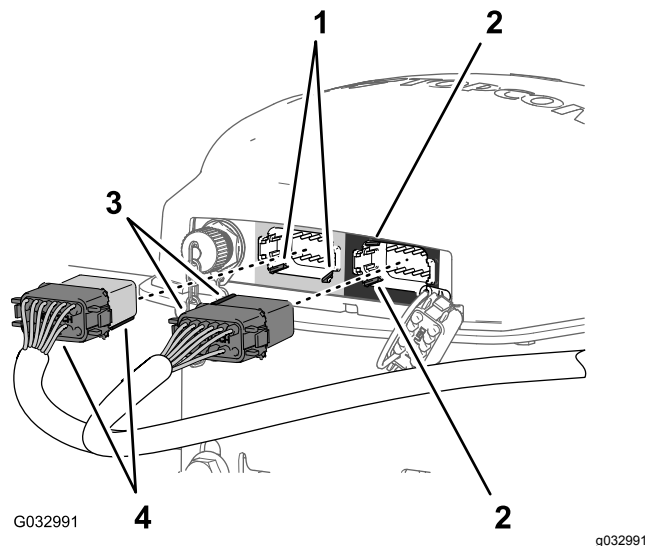

Figura 135
3. Alinee las 2 pestañas del lado largo del conector hembra de 12 vías gris y negro del arnés de datos con las 2 muescas guía del lado inferior del conector de 12 pines izquierdo (gris) del receptor de navegación (Figura 135).
4. Conecte el conector hembra de 12 vías gris y negro del arnés de datos al conector de 12 pines izquierdo (gris) del receptor de navegación hasta que los cierres del conector se enganchen firmemente (Figura 135).
5. Alinee las 2 pestañas del lado corto del conector hembra de 12 vías negro del arnés de datos con las 2 muescas del lado izquierdo vertical del conector de 12 pines derecho (negro) del receptor de navegación (Figura 135).
6. Conecte el conector hembra de 12 vías negro liso del arnés de datos al conector de 12 pines izquierdo (negro) del receptor de navegación hasta que los cierres del conector se enganchen firmemente (Figura 135).